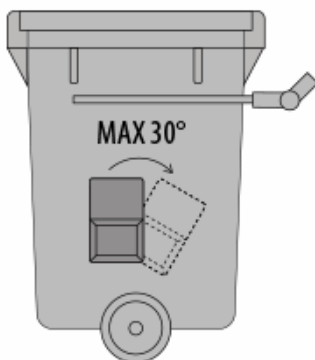

Рис.13. Схема установки метки на контейнер при быстрой настройке.
- При использовании быстрой настройки, для корректного срабатывания, беспроводная метка должна быть установлена на мусорный контейнер согласно схеме, приведенной на **Рис.13**. Рекомендуемое место крепления метки – одна из боковых стенок контейнера. Метку необходимо устанавливать вертикально, батарейным отсеком вниз. Допускается также установка метки с наклоном в сторону выгрузки, но при этом угол отклонения метки от вертикали не должен превышать 30 градусов.